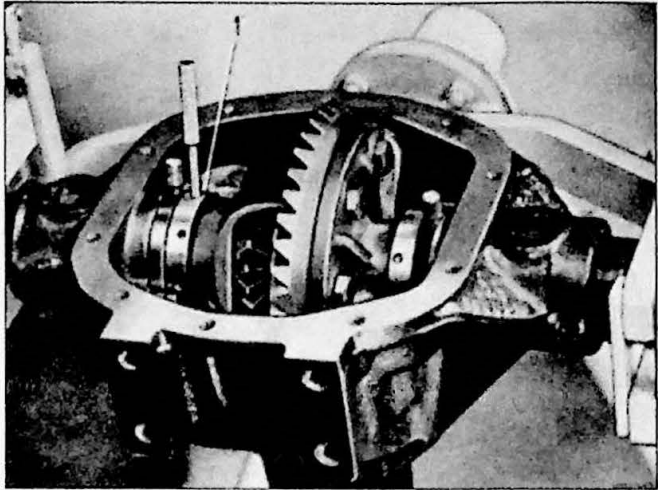

Fig. 9.36. Instellingen differentieel. 1 instellingen voor type 23. SVO 2687, overige: SVO 2595
1. Olie de instelringen inwendig en zet deze op het differentieelhuis. Gebruik voor type 23 de instelringen SVO 2687 en voor de overige SVO 2595. De ring met de zwart geeloxeerde vulring plaatsen we aan de zijde van het kroonwiel. Bestrijk ook de lagerpositie in het huis met olie. Het differentieel en de afstelringen plaatsen we in het differentieelhuis (Fig. 9.36). Gebruik een indicator klok en stel de ringen zodanig af dat een juiste tandspeling van 0,15 mm ontstaat. (De tandspeling mag variëren tussen 0,10 mm (type 30 en 31: 0,13 mm) en 0,20 mm, maar moet zo dicht mogelijk bij 0,15 mm liggen). Draai de borgbouten aan in de instelring.